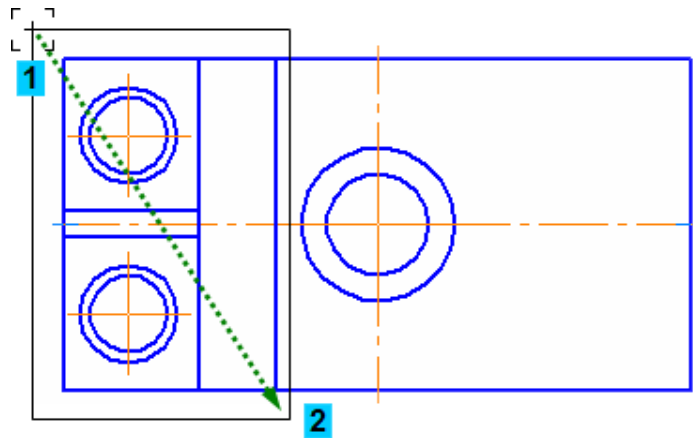

Рисунок 46
- Сформируйте еще одну рамку выделения так, чтобы она захватила все объекты в левой части детали (рис. 46).